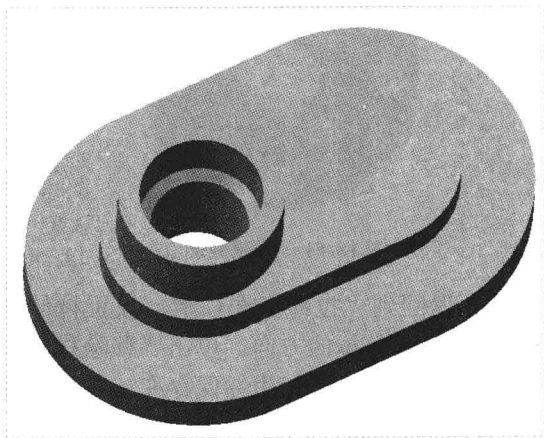

图 18-44 创建旋转切除特征
Step 14 单击“关闭”面板中的“确定”按钮✓，完成截面绘制并退出草绘环境，返回“旋转”选项卡；单击“移除材料”按钮，然后单击“应用并保存在工具中所做的所有更改，然后关闭工具操控板”按钮，完成旋转切除特征的创建，如图 18-44 所示。